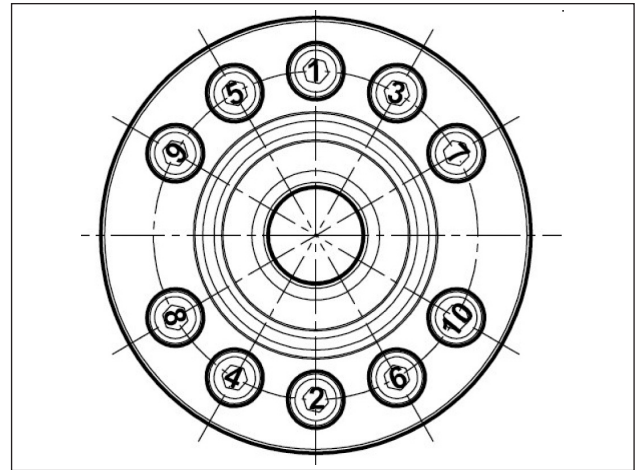

Abb. 49
**** Die Befestigungsschrauben der Halter müssen in einer Phase und der in der Reihenfolge gemäß Schema in Abb. 49 festgezogen werden.